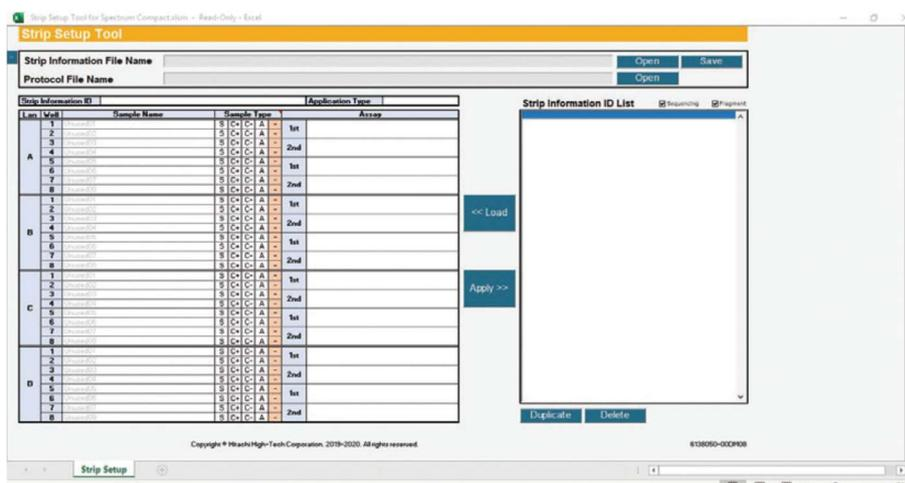

図 241 Strip Setup Tool for Spectrum Compact 画面
1. Protocol File Name ボックスの右側にある **Open** を選択すると、ブラウジングのウィンドウが表示されます。（図 241）